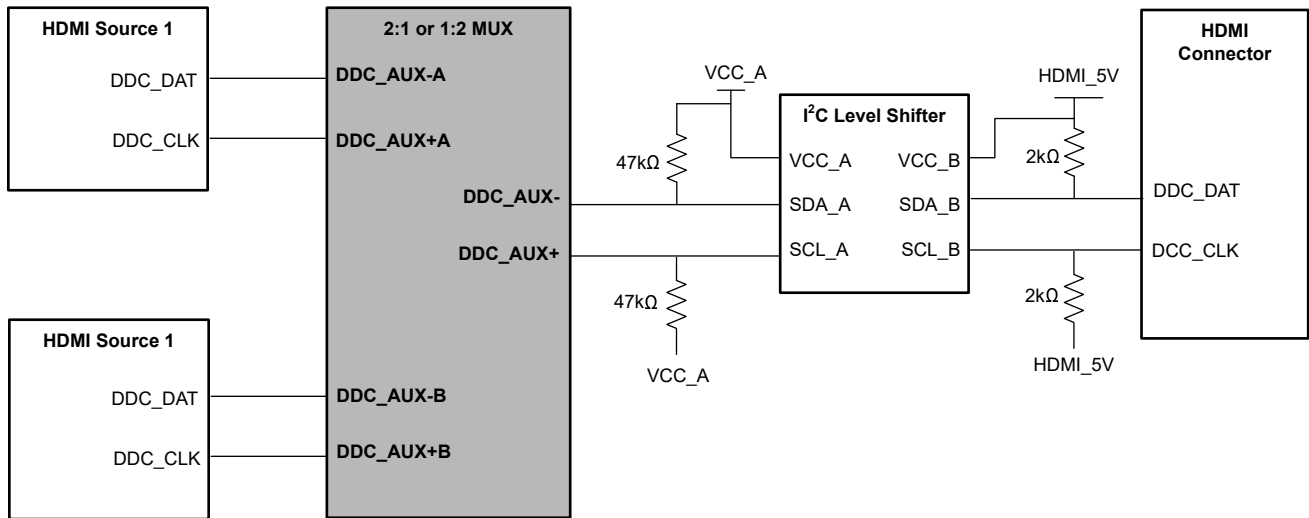

图 8-2. DDC 电平转换器源端侧示例
在 HDMI 标准中，DDC 时钟、DDC 数据和 HPD 线路为 5V 电平。在某些用例中，HDMI 源端或接收端可能无法处理 5V 电平。在这种情况下，必须部署外部电平转换器，以便将 HDMI 信号电平转换为可接受的电平。图 8-2 展示了 I²C 电平转换器（例如德州仪器 (TI) TCA9517）的实现示例。在本示例中，HDMI 源端会承受高达 VCC_A（例如 3.3V）的 HDMI 电平，而不是 HDMI 5V。